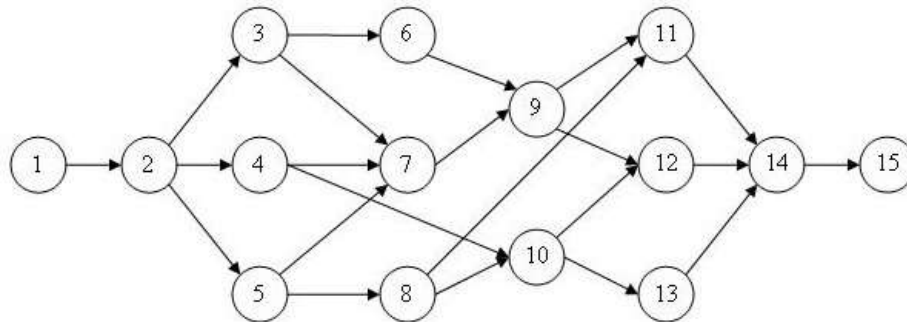

Рис.1. Сетевой график проекта
8.3. Известно, что сетевой график проекта «А» имеет вид (рис.1.).